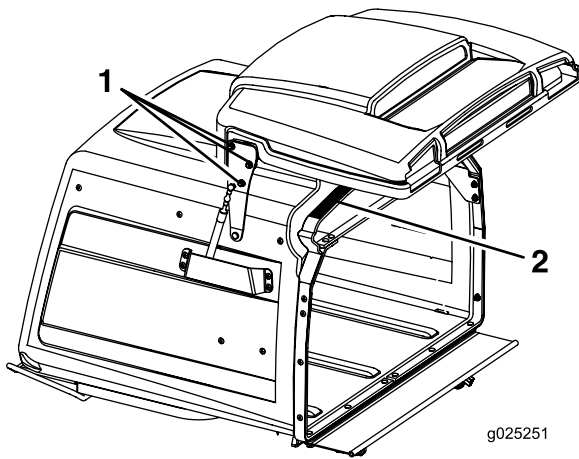

Bild 69
3. Lösen Sie die sechs Muttern am Klappenscharnier (Bild 69).
4. Öffnen Sie die Klappe und legen einen Gummistreifen ($\frac{3}{8}$ ") oder Schlauch ($\frac{3}{8}$ ") zwischen die Fangbox und die Fangboxklappe (Bild 69).